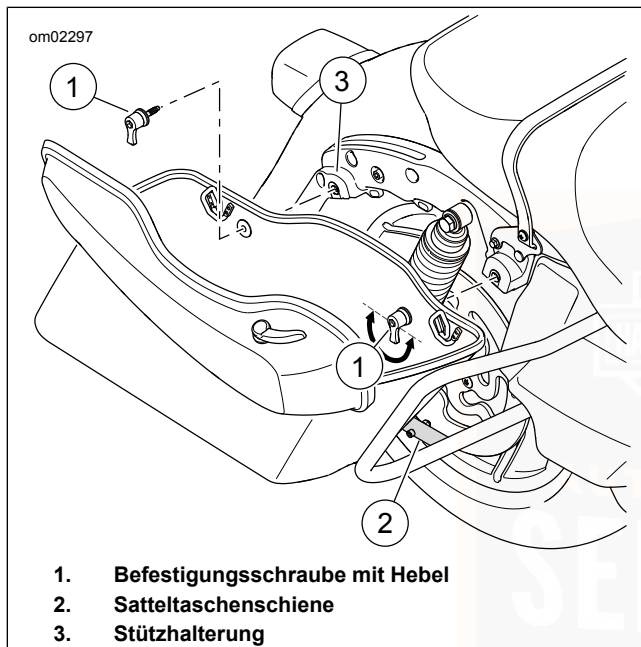

Abbildung 58. Ausbau/Einbau der Satteltasche
2. Siehe Abbildung 58. Die Hebel der Befestigungsschrauben gegen den Uhrzeigersinn drehen, um die Befestigungsschrauben von der Stützhalterung zu entfernen.
1. Siehe Abbildung 58. Die Satteltasche behutsam in die Einbaustellung auf der Satteltaschenschiene bringen. Die Befestigungstüllen an der Stützhalterung ausrichten.